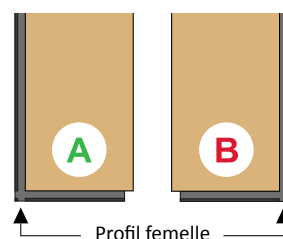

Fig. 1
Les lames A se caractérisent par le profil femelle plus bas situé sur le côté gauche et les lames B par le profil femelle plus bas situé sur le côté droit (Fig. 1).
- Pour bien réussir l'installation flottante du revêtement de sol pose en bâtons rompus, il faut d'abord former plusieurs triangles à partir des lames A et B, tel qu'illustré ci-dessous par les figures 1 – 11, p le long du mur le plus long pour commencer la pose.